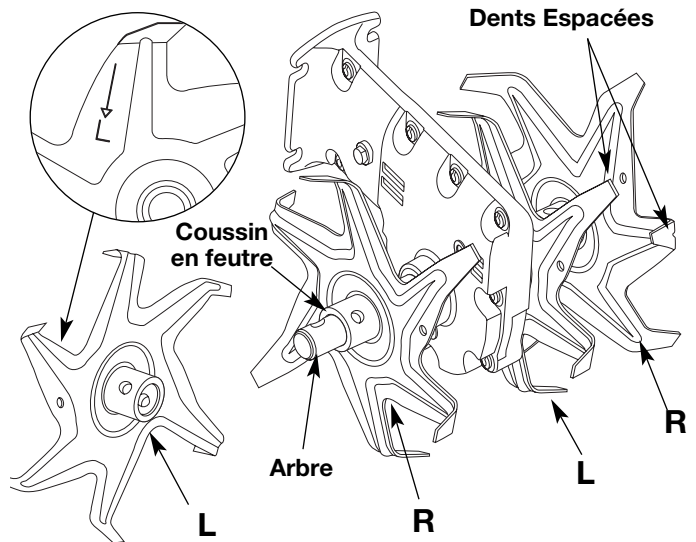

Fig. 12
**AVERTISSEMENT :** éviter le démarrage accidentel. Se tenir en position de démarrage pour lancer le moteur (Fig. 12). Lors du démarrage, l'opérateur et l'outil doivent être en position d'équilibre afin d'éviter le risque de blessures graves.
6. Tenez-vous entre les poignées et soutenez l'appareil en plaçant le pied gauche sur le support de roue et en tenant le guidon de la main droite (Fig. 12).
7. Avant de réinstaller les vis à oeillets et les goupilles beta, assurez-vous que les pointes sur les dents soient bien espacées les unes des autres (Fig. 12).